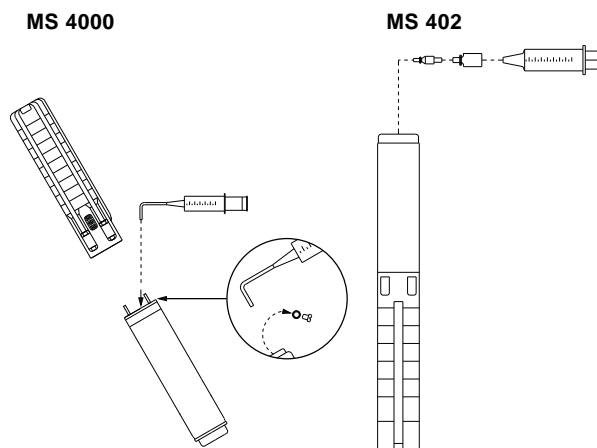

Fig. 2 Posição da bomba durante o enchimento – MS 4000 e MS 402
1. Colocar a bomba submersível tal como se exemplifica na fig. 2. O orifício de enchimento deve ficar no ponto mais alto do motor.
3. Injectar o líquido no motor com a ajuda de uma seringa de enchimento, fig. 2, até o líquido começar a transbordar pelo orifício.